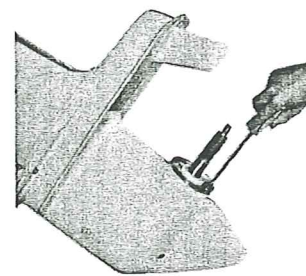

Fig. 3
2. Lossa de två krysspårsskruvarna (35) för zinkringen och demontera denna (se fig. 3).
3. Tappa av oljan ur utombordsdrevet. Lossa därvid oljemätstickan (42) samt oljeavtappingsproppen (40).
4. Tag av kåpan (84) över växelmekanismen samt lossa reglagekabeln från oket (2) och skruva av tärningen (43). Demontera reglagekabelns låsplatta (39) vilken är monterad på mellanhusets framkant.
5. Lossa styrkåpan (12) från övre växelhuset, gummibälgen över kardanknuten, avgasbälgen från mellanhuset samt vattenslangen från kylvattenanslutningen (30) på gaffeln.
6. Skruva ur de båda låsskruvarna (28), som håller axeltapparna (27) i skölden. Lägg en pallning under drevet och knacka ur axeltapparna samt lyft bort det. OBS! De två bussningarna (42) i gaffeln.
7. Lossa växelstången (19), skruva ur skruvarna (15) samt lossa muttrarna (17), som håller övre växelhuset fast till mellanhuset. Slå försiktigt med en gummi-klubba på ett av husen tills dessa kan skiljas åt.
9. Lossa de sju skruvar som håller nedre växelhuset fast till mellanhuset och knacka försiktigt med en gummi-klubba på ett av husen tills dessa kan skiljas åt. Lyft av splineshylsan (49).